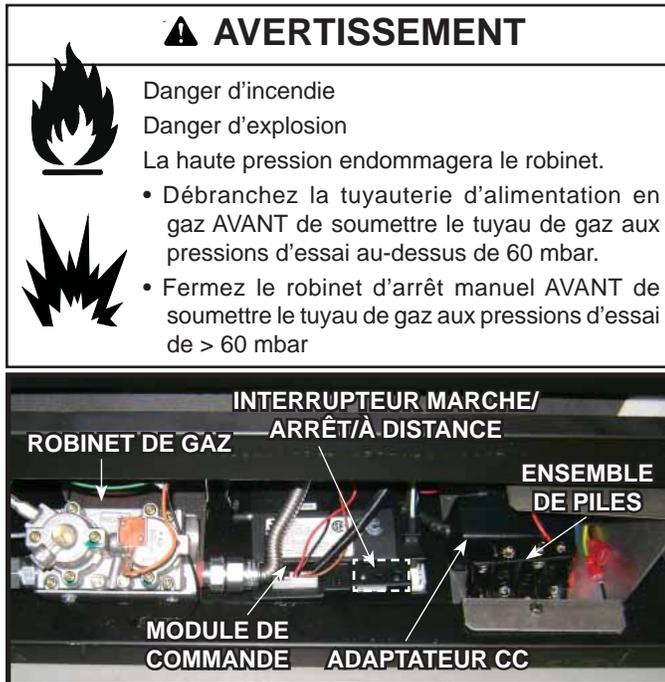

Figure 11.1 Composants du robinet
**Note:** Il existe un accès alternatif à la cordon de jonction. Il est possible de l'accéder en enlevant le robinet. Voir les Figures 11.1 et 11.2.